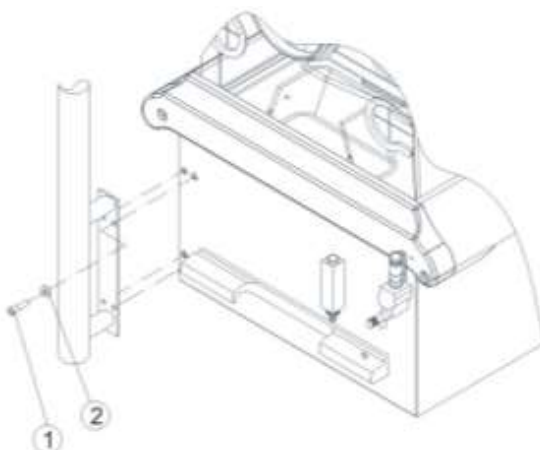

Figura 82 – Instalação do suporte de monitor
1. Coloque o suporte do monitor na posição correta, alinhando todos os furos conforme figura 82.
2. Utilizando uma chave Allen de 5mm, coloque o parafuso sextavado interno (Allen) (1) com a arruela (2) no orifício e aperte.